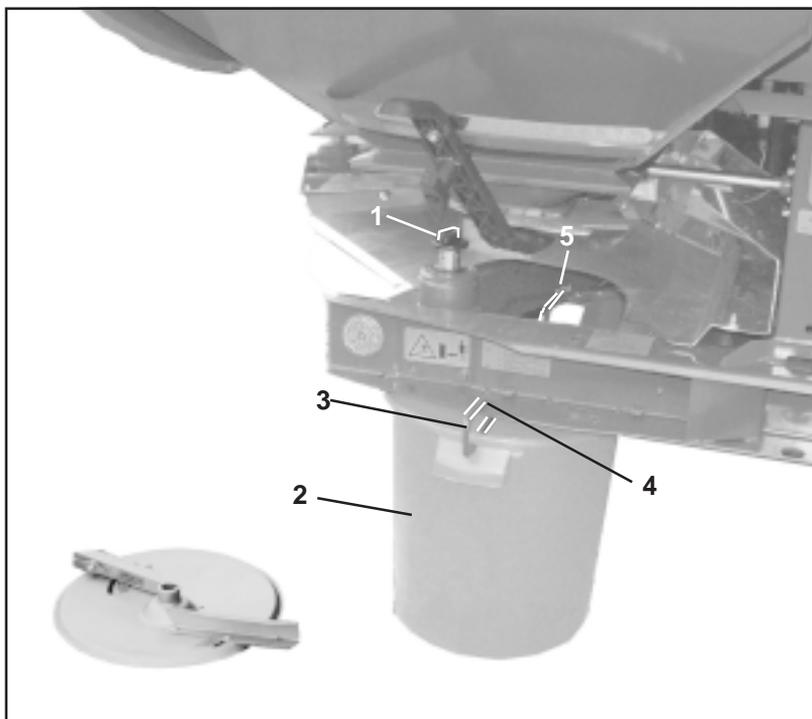

Рис. 7.7
- Выкрутите барашковый винт (Рис. 7.7/1) для крепления левого распределяющего диска и снимите распределяющий диск с приводного вала.
- Подвесьте улавливающую емкость (Рис. 7.7/2) при помощи скобы (Рис. 7.7/3) в крепления (Рис. 7.7/4 и 7.7/5) на раме.